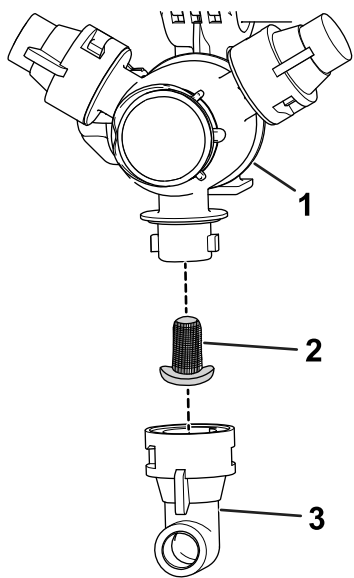

图 32
2. 从喷嘴转动架卸下喷嘴图 32。
3. 拆下喷嘴过滤器图 32。
5. 安装喷嘴过滤器图 32。
6. 将喷嘴安装到喷嘴转动架上图 32。